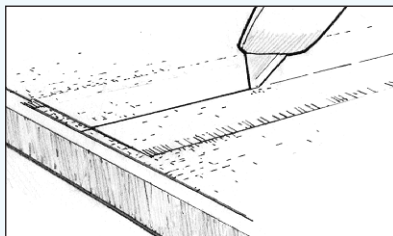

Figure 26 Couper le tissu qui se chevauche après gélification de l'époxy.
b) Coupez les 2 couches de tissu avec un couteau tranchant (*Figure 26*) en prenant bien soin de ne pas couper trop profondément.